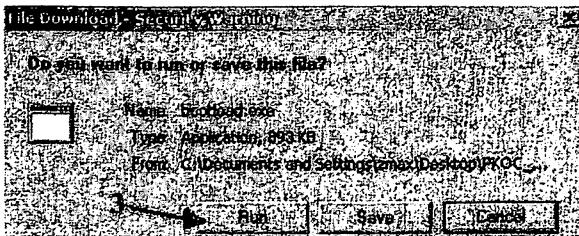

Рис.8.2. Запрос на запуск программы “File Download”
3. На запросе “File Download” нажмите кнопку **Run** (выполнить) см.рис.8.2.